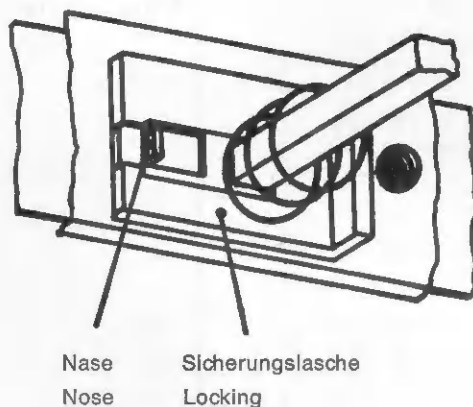

Fig. 1
- 3.2 Mit einer Spitzpinzette die Sicherungsglasche (am Druckastenschieber der Taste „UKW“) nach vorn aushaken (Fig. 1).
- 3.3 Durch leichten seitlichen Zug (ca. 1 mm) an der Nase des Sicherungsschiebers (Fig. 1) erfolgt die Entriegelung der 4 Tasten (Tasten festhalten!).
- 3.2 With a pair of tweezers release the locking at the rod of the button "UKW", see fig. 1.
- 3.3 By pulling slightly sideways (approx. 0.04 inch) at the nose of the securing slide (see fig. 1) the disengagement of the 4 pushbuttons takes place (retain pushbuttons!).